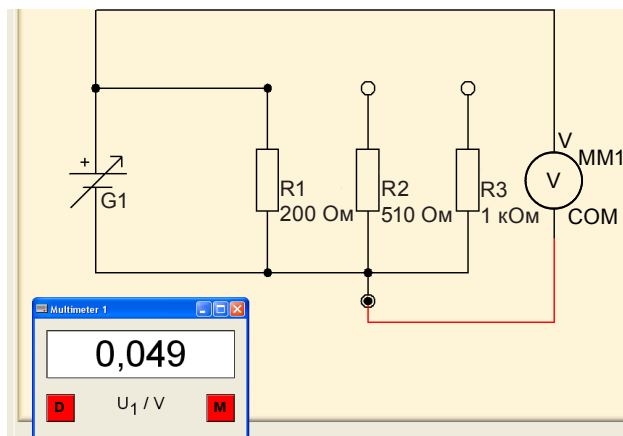

Рис. 3. Подключение клеммы COM мультиметра 1 к отрицательному полюсу источника тока
8. Используя соединительный провод, соединить клемму COM мультиметра 1 с отрицательным полюсом источника питания, как показано на электрической схеме (рис. 3).